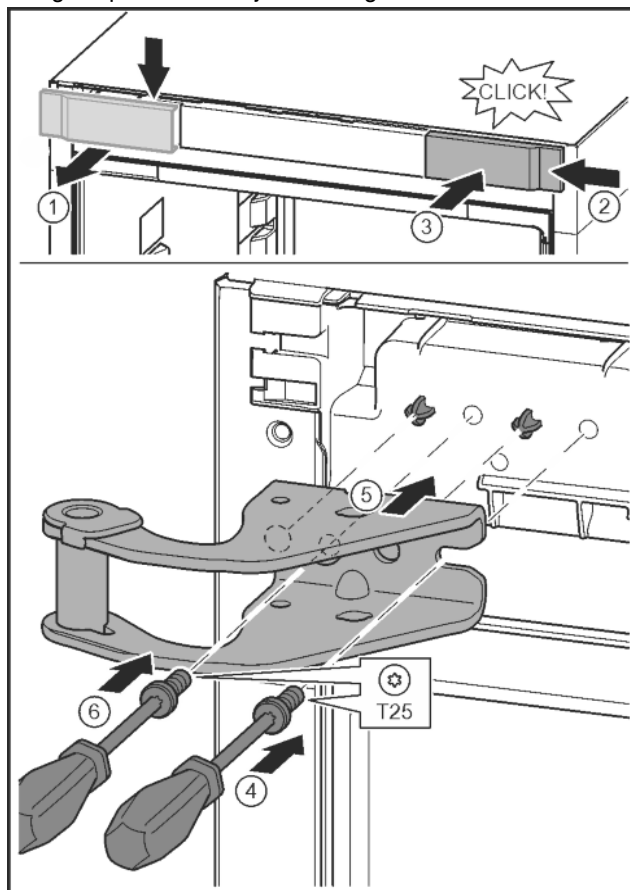

Fig. 13
- Otpustite pokrov i skinite ga bočno. Fig. 13 (1)
- Objesite pokrov okrenut za 180° na drugoj strani s desne strane. Fig. 13 (2)
- Pustite da pokrov uskoči. Fig. 13 (3)
- Odvijačem T25 postavite vijke. Fig. 13 (4)
- Postavite gornji podložak ležaja. Fig. 13 (5)
- Pritegnite vijak. Fig. 13 (6)
- Odvijačem T25 umetnite i pritegnite vijak. Fig. 13 (6)